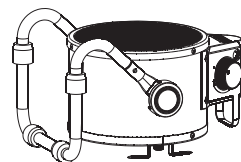

Figura 5
3. Asigură-te că asamblarea piciorului este corectă, ca în figura 5.